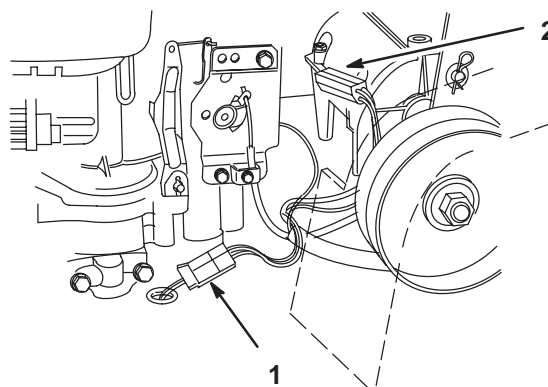

Figure 8
1. Fixez les connecteurs en ligne du moteur et de l'embrayage (Fig. 8).